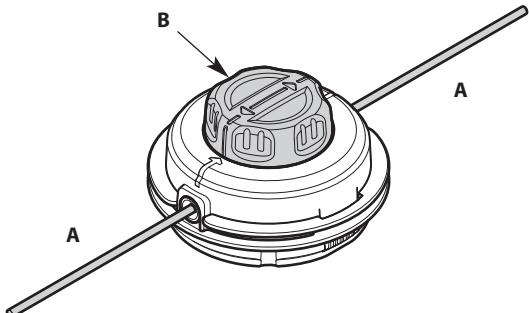

Fig. 3
5. Turn the bump knob to wind the line until about 5 inches (12.5 cm) protrude from each side of the cutting head (Fig. 3).
5. Tournez le bouton de butée pour enruler le fil jusqu'à ce qu'environ 12,5 cm (5 po) dépassent de chaque côté de la tête de coupe (Fig. 3).